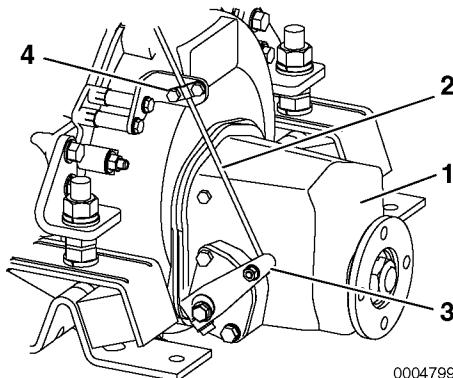

Figura 5
1. Compruebe que la palanca de control (**Figura 5, (3)**) se mueve a la posición correcta cuando la manivela del control remoto se mueve a las posiciones PUNTO MUERTO, ADELANTE y ATRÁS.
2. Use la posición PUNTO MUERTO como la estándar para el ajuste. Cuando hay una desviación, afloje el soporte (**Figura 5, (4)**) del cable del control remoto en el lateral del embrague y ajústelo.